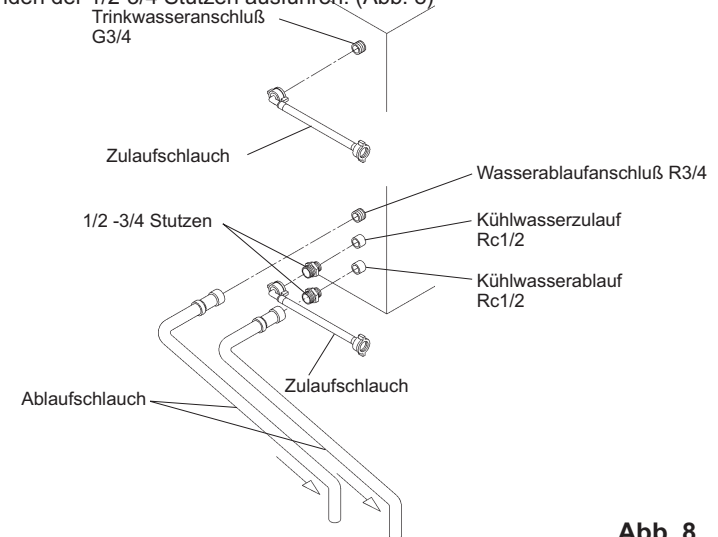

Abb. 8
[b] Anschlüsse entsprechend anderer als der WRC-Bestimmungen für Zubehörschläuche (Abb. 8)
- 2) Zum Anschluß des Verflüssigers sind die mitgelieferten Zubehörschläuche zu verwenden. Die gleichen Verbindungen wie oben in 1) bis 3) von [a] an den freien Enden der 1/2-3/4 Stutzen ausführen. (Abb. 8)